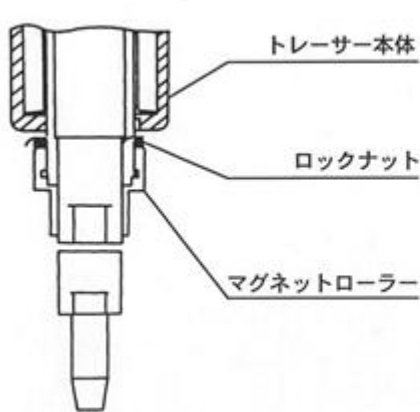

図1
1. ロックナットとマグネットローラーに各々2丁のスパナを使用して、マグネットローラー側に締め付けてあるロックナットのみ緩めます。(図1)